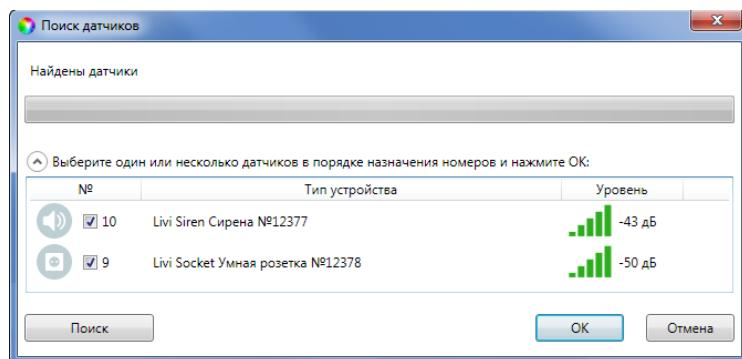

Рисунок 7.43 — Поиск радиоустройства
- В следующем окне (см. рисунок 7.43) будет отображен список устройств, доступных для связывания в радиусе действия радиоканала. Если подключаемого устройства нет в списке, то его следует повторно перевести в режим связывания (любое устройство серии Livi находится в режиме связывания ровно 60 секунд).